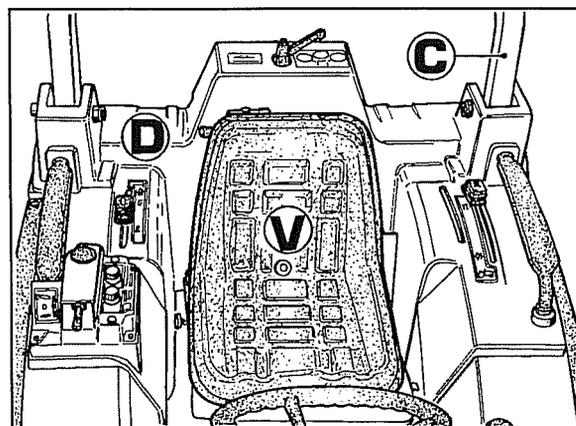

Fig. 29
1. Enlever le siège **V** fig.29.
- b. Enlever l'arceau de sécurité **C** et la coque en résine de verre **D** fig.29 après avoir enlevé les poignées, les manettes et le support des commandes du relevage.